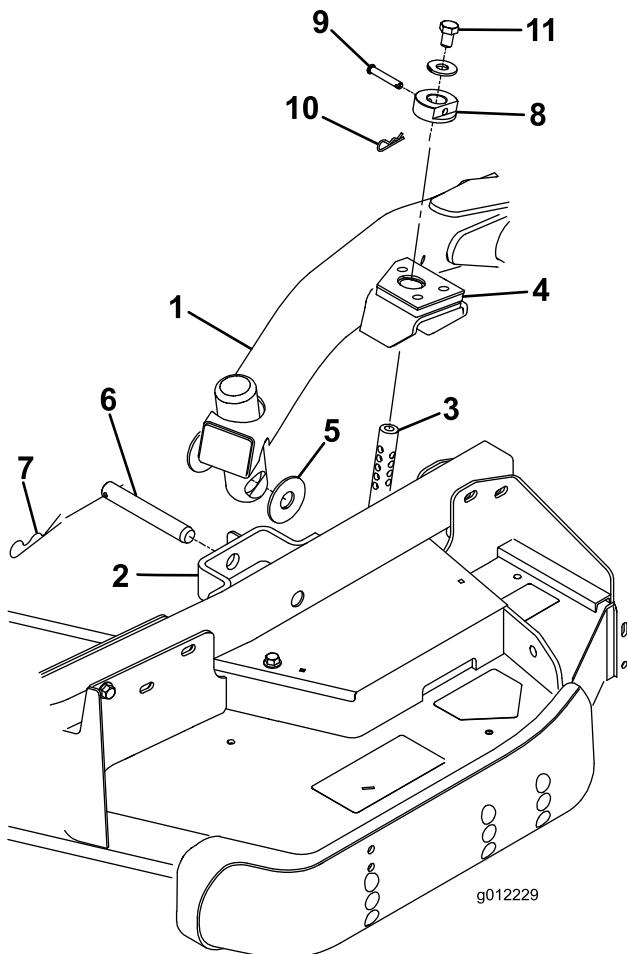

図 23
4. 昇降レバーをフロート位置とする。昇降アームを押し下げて、昇降アームについている穴とキャスター・アーム・ブラケットについている穴を整列させ、昇降アームのパッドに刈高ロッドを挿入できるようにする（図 23）
9. 刈高ロッドに刈高カラーを取り付け、クレビス・ピンとヘアピン・コッターで固定する(図 23)クレビス・ピンの頭をデッキの前に向けておく。
10. 各刈高ロッドの上部に  $1/2 \times 3/4"$  ボルトとワッシャを取り付ける(図 23)。